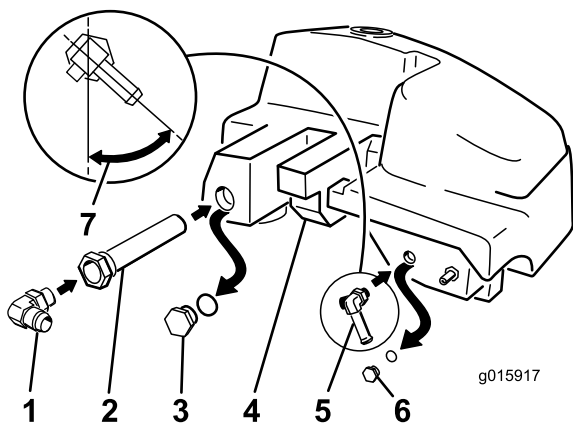

Figure 9
4. Montez le petit raccord en T à 90° avec cannelure à la place du petit bouchon (Figure 9).